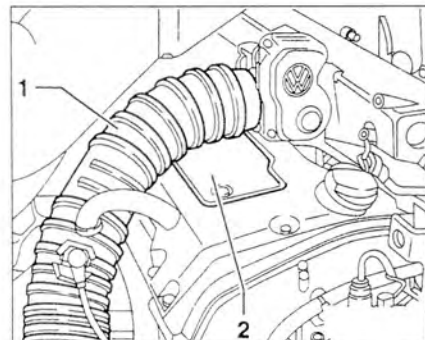

Рис. 2.24. Отсоедините впускную трубу **1** от корпуса дроссельной заслонки. Открутите защитную крышку свечей зажигания **2**.
1. Отсоедините впускную трубу **1** от корпуса дроссельной заслонки. Открутите защитную крышку свечей зажигания **2** (рис. 2.24).
1. Отсоедините впускную трубу 1 от корпуса дроссельной заслонки (рис. 2.24). Снимите защитную крышку свечей зажигания 2.